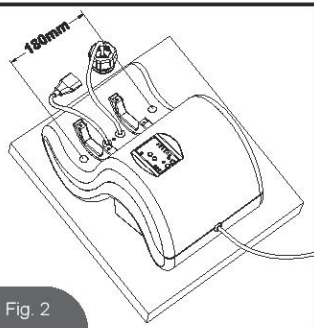

Fig. 2
2. De montagegaten hebben een diameter van 6,4mm en hebben een onderlinge afstand van 180mm. Gebruik twee bouten en borgmoeren met een max. diameter van 6,4mm. Herinstalleer de elektrolytische cel en andere onderdelen. (Zie Fig. 2)